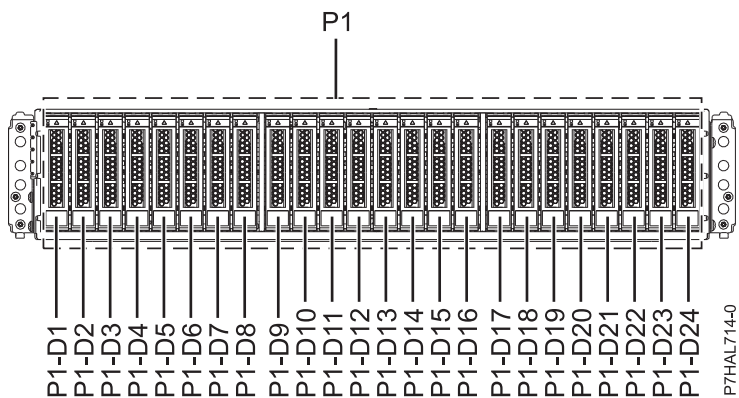

図 15. 5887 ディスク・ドライブ・エンクロージャーの正面図 (ディスク・ドライブの位置を示す)
1. 保守を行う部品およびエンクロージャーを識別します。ディスク・ドライブおよび SSD スロットはエンクロージャーの前面にあります。18 ページの図 15 および 18 ページの図 16 は、エンクロージャーの正面図と背面図で、エンクロージャー内のディスク・ドライブの位置を示しています。